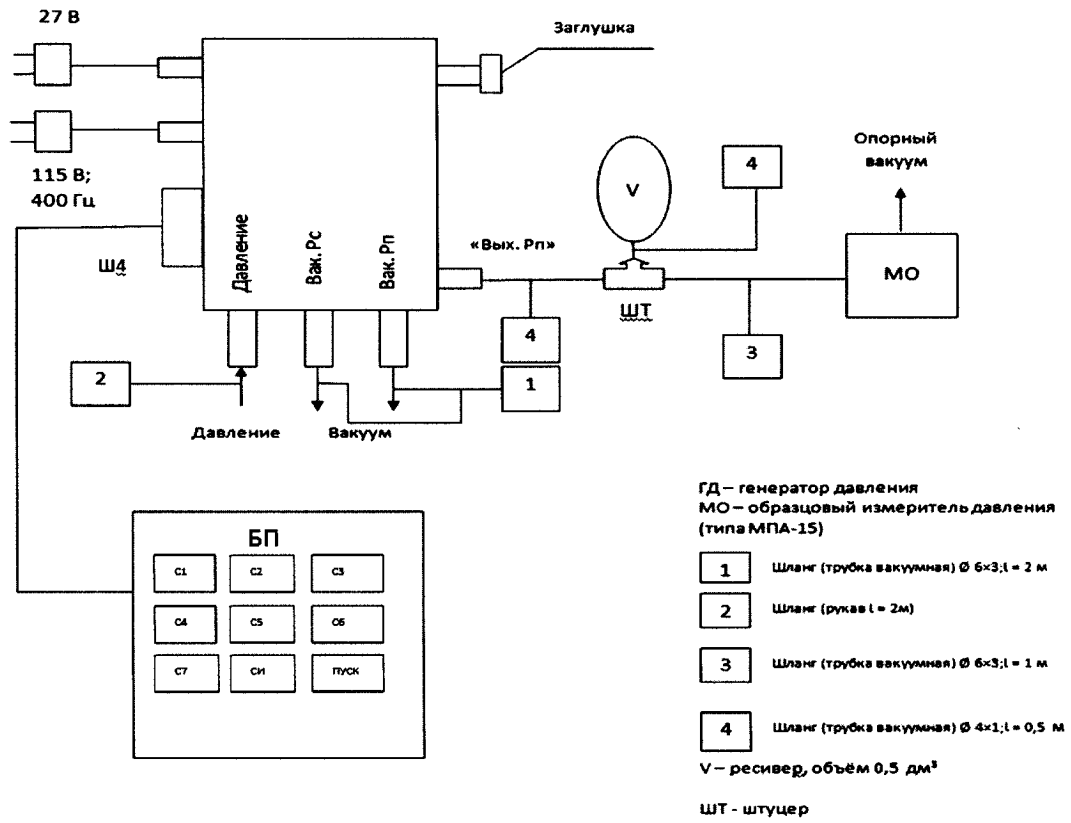

Рисунок 5
8.5.1 Собирают схему, приведенную на рис. 5 и проводят подготовку образцового измерителя давлений в соответствии с технической документацией на него.